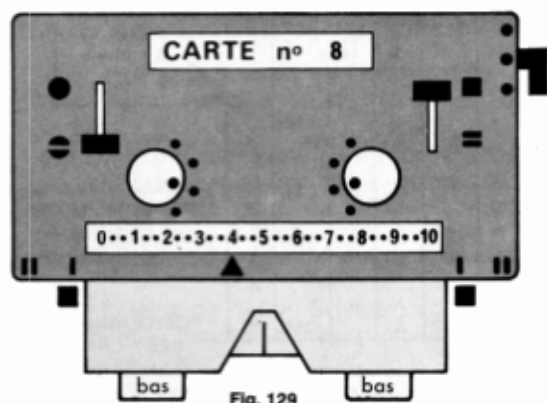

Fig. 129
- Régler le chariot comme fig.129. Sortir la laine du guide-fil et la mettre en attente en bout de fonture